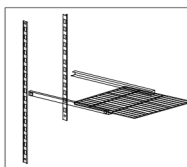

Bild 2
- Positionieren.Sie.die.Regalhalter.in.der.gewünschten.Höhe.und.Abständen.,für.die.Positionierung.siehe.Bild.2.
- Führen.Sie.die.Ablagen.wie.auf.dem.Bild.zu.sehen.in.die.Schlitten.ein..(Bild.2)